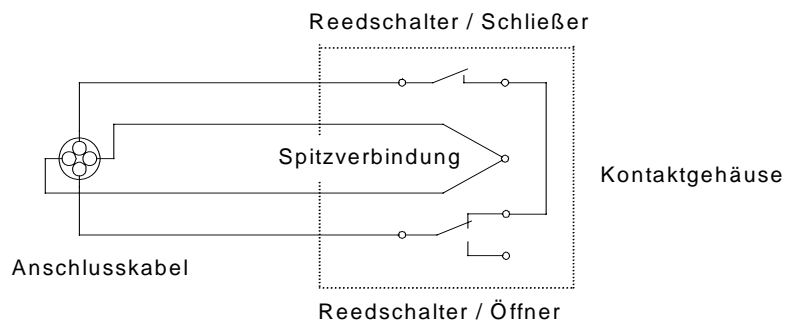

Bild 1
- Zwei **diagonalliegende** Adern sind im Kontaktteil spitzverbunden. Diese Adern können ausgemessen werden. An den anderen beiden Adern sind die Reedkontakte, der Schließer (ohne Magnetfeld offen) in Reihe mit dem Öffner, angeschlossen (siehe Bild 1, Seite 1).